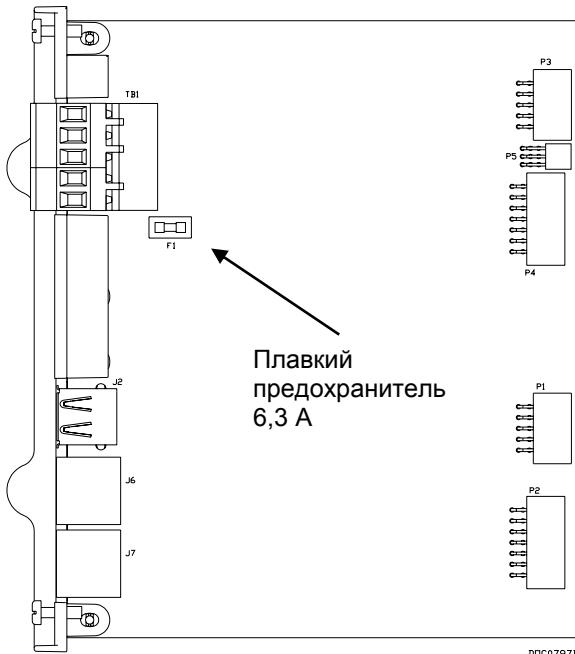

Рис. 12. Плавкий предохранитель ЦПУ 6,3 А
Если сервер не функционирует, но, предположительно, на него подается питание, а индикатор питания POWER не горит, может потребоваться замена плавкого предохранителя 6,3 А модуля ЦПУ (см. Рис. 12).
- Осмотрите плавкий предохранитель (см Рис. 12) и, при необходимости, замените его плавким предохранителем MSB 6,3A SB (Slo-Blo).